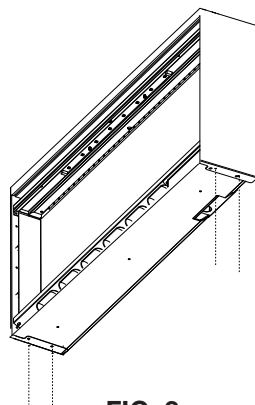

FIG. 3
4. Si les capots latéraux sont installés avant l'installation en retrait, retirez les capots latéraux en enlevant les vis (FIG. 3 et 4).